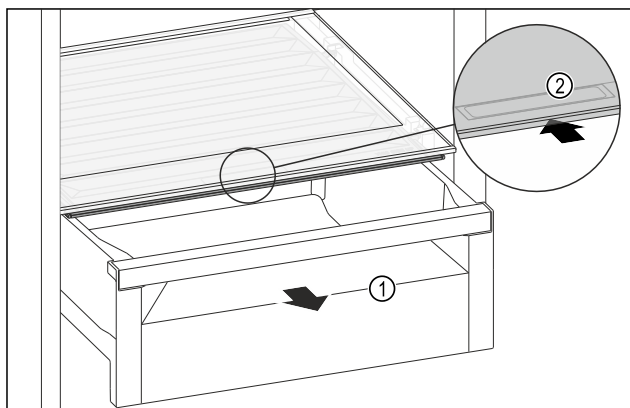

Fig. 171
- ▶ Zásuvku Fig. 171 (1) vytáhněte.
- ▶ Uchopte prohlubeň pro rukojeť Fig. 171 (2) na víku zásuvky a současně zasuňte víko zásuvky směrem dozadu.